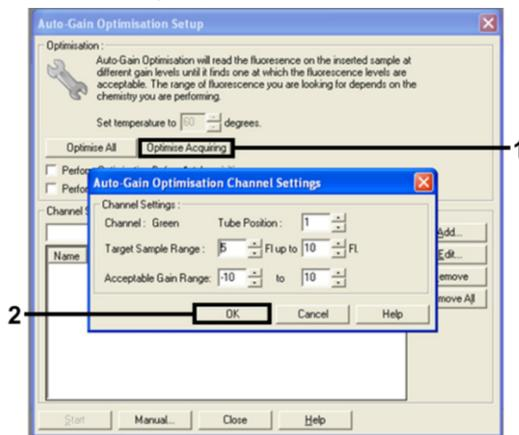

Abbildung 11. Automatische Verstärkungsoptimierung für den Kanal Green.
13. Klicken Sie auf Optimise Acquiring (Erfassung optimieren). Es werden für jeden Kanal die Kanaleinstellungen angezeigt. Klicken Sie auf OK, um diese Standardwerte für beide Kanäle zu akzeptieren. (Abbildung 11).